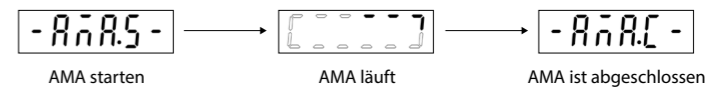

Abbildung 7: AMA-Statusanzeigen
- Stellen Sie [1] **Komplette AMA aktivieren** oder [2] **Reduzierte AMA aktivieren** für Parameter P4.2.1.3 AMA-Modus ein. Im Hauptdisplay wird **AMA starten** angezeigt, siehe Abbildung 7.